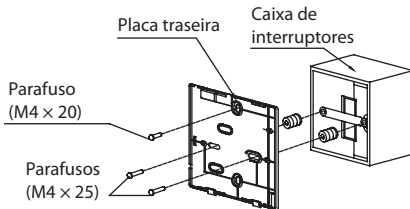

Fig. 3-6
- Para montagem em caixa de distribuição, fixe a placa traseira na caixa de distribuição com 2 parafusos (M4x25) e fixe-a na parede com 1 parafuso (M4x20). (Fig. 3-6)